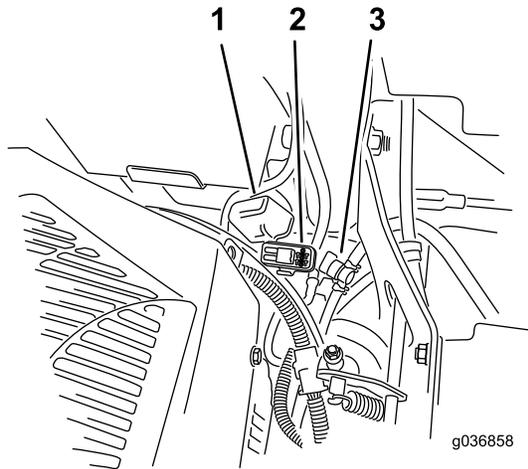

Figura 54
**Nota:** En máquinas MyRide, asegúrese de que el cable de tierra no roza contra el brazo arrastrado ni contra el soporte inferior del amortiguador (Figura 54).
Los fusibles están situados en la consola de la derecha, junto al asiento (Figura 54).
2. Instale un fusible nuevo (Figura 54).